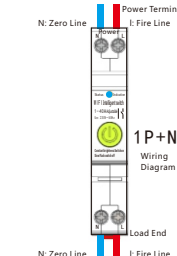

fig 3
- 6.2 Wiring Diagram: See Fig. 3